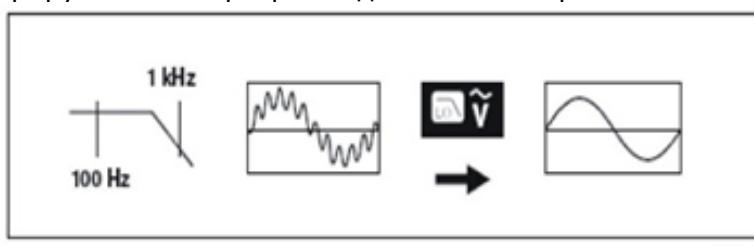

Рис.7.
- Нажмите кнопку SELECT, чтобы выбрать функцию фильтра низких частот LPF. Этот фильтр будет измерять и улавливать напряжение частотой 1 кГц или более, как показано на Рис.7. Фильтр низких частот может измерять комбинированный синусоидальный сигнал, генерируемый инвертором и двигателем переменной частоты.